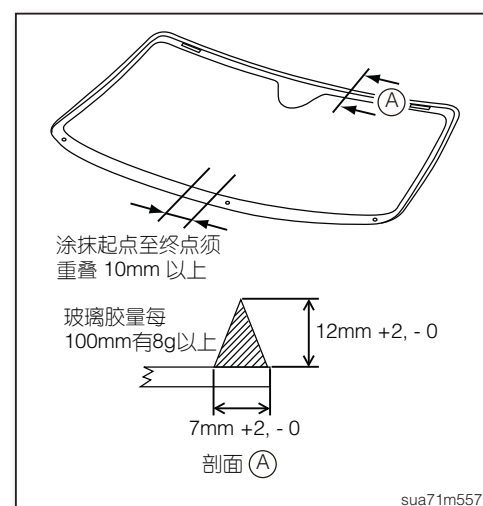

图8
5. 涂抹黏着剂至挡风玻璃(如图8)。
- 黏着剂由任意处开始涂抹，至结束时必须重叠10mm以上(如图8)。